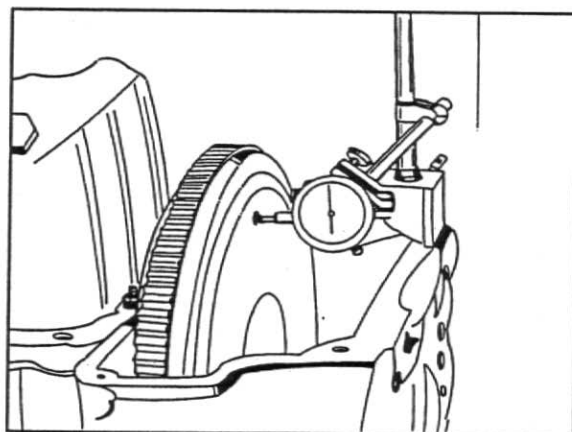

Fig. 4
8. Verifique o paralelismo entre as superfícies do volante e da carcaça: 0,025 mm/25,4 mm de raio de 0,001 pol/1 pol de raio, fig.4.